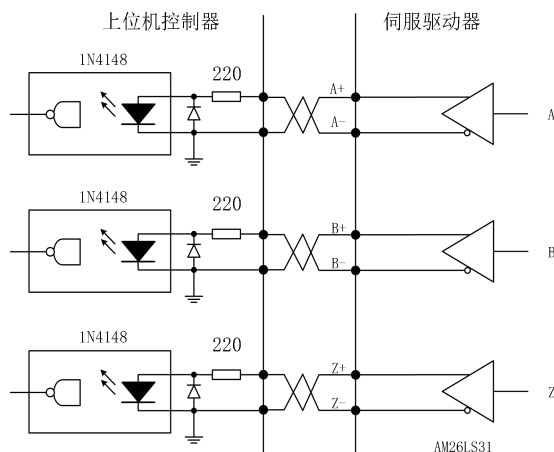

图 2-9b: Type5 光电编码器输出信号
- 5、控制器输入端也可采用光电耦合器接收，但必须采用高速光电耦合器（例如 6N137）如图 2-9b 所示。